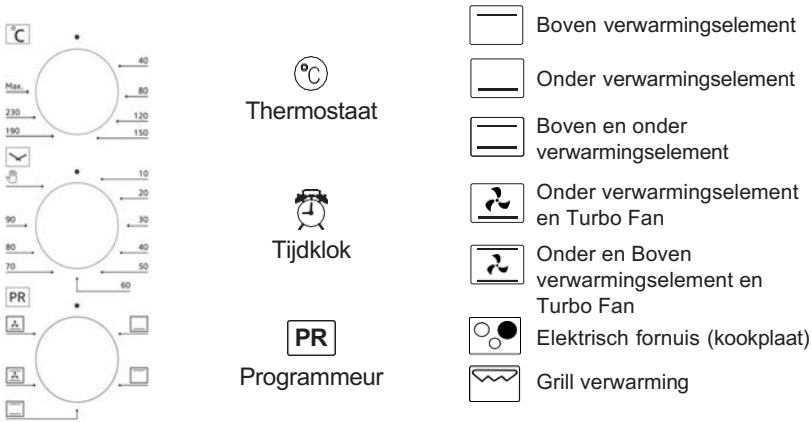

Afbeelding 1
**\*U kunt de volgorde van de planken van de oven zien op pagina 44 bij Afbeelding 1.**